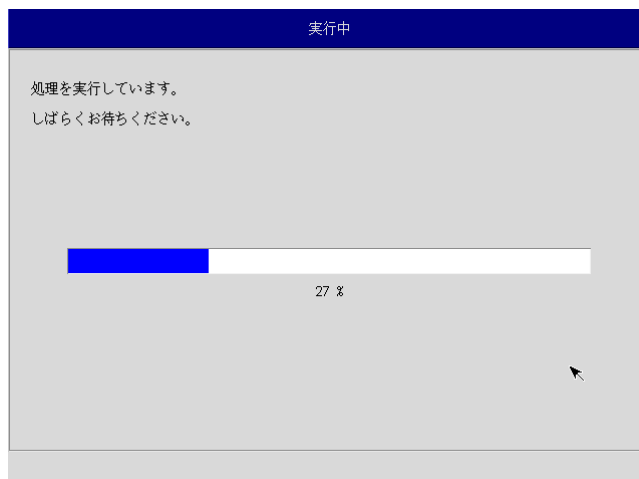

図 5-3-7. 実行中画面
- ⑫ 実行中画面（図 5-3-7）が表示され、処理が開始されます。実行中はリカバリ USB メモリ、保存メディアを外さないでください。また、電源を落とさないようにしてください。